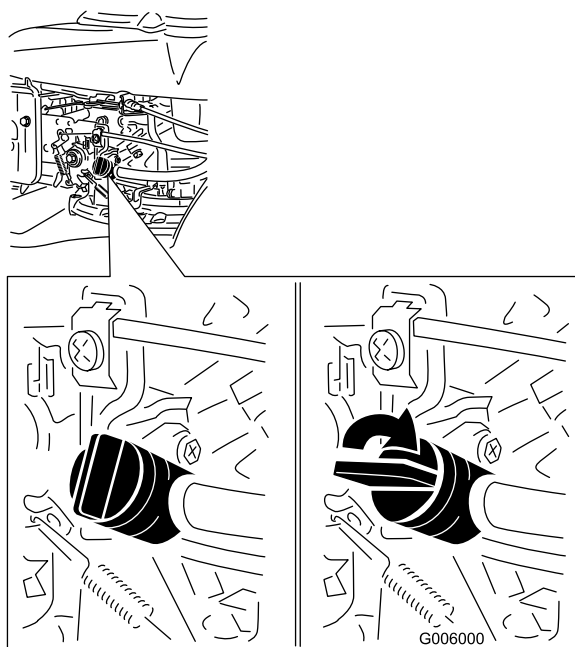

Figura 23
2. Gire la palanca de la válvula de combustible a la posición Abierto (Figura 23).